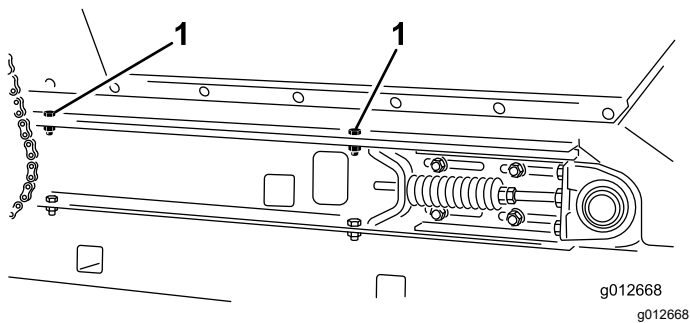

**Figura 30**
1. Afloje las contratuercas delantera y trasera en la varilla tensora para liberar la tensión del muelle (Figura 30).